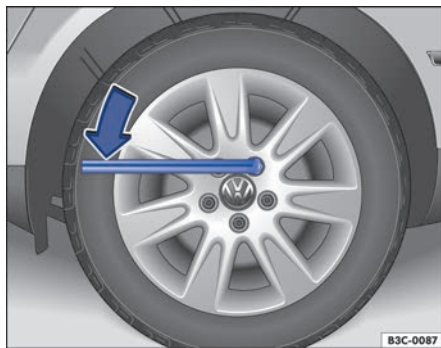

Fig. 161 Cambio de rueda: afloje los tornillos de la rueda.
- Encajar la llave de rueda en el tornillo de la rueda hasta el tope → fig. 161.